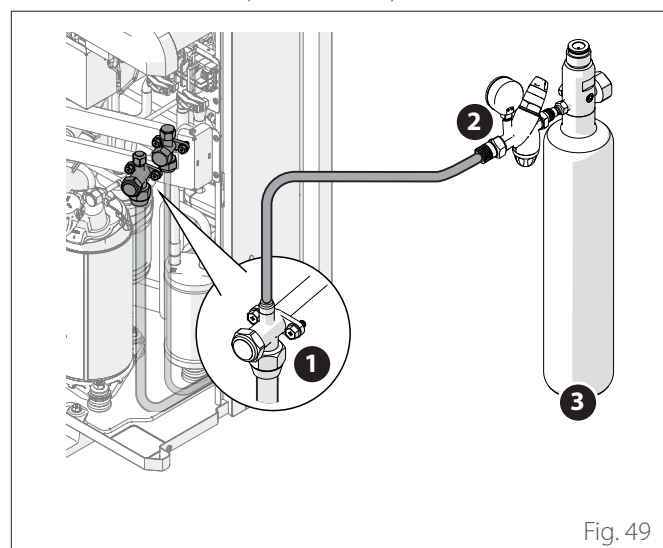

Fig. 49
- Ligue a botija de azoto através do redutor de pressão e da mangueira à tomada de serviço ("Fig. 49").